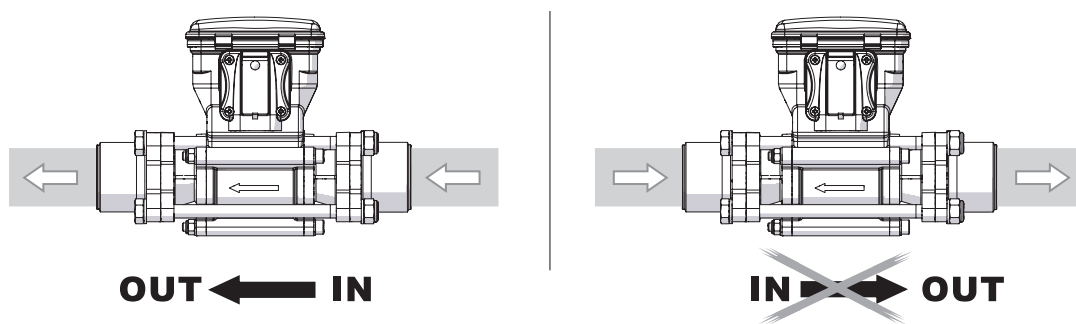

Fig. 4
- Respetar la correcta dirección de entrada-salida del líquido, como indica la flecha impresa en el cuerpo del caudalímetro (Fig. 4).